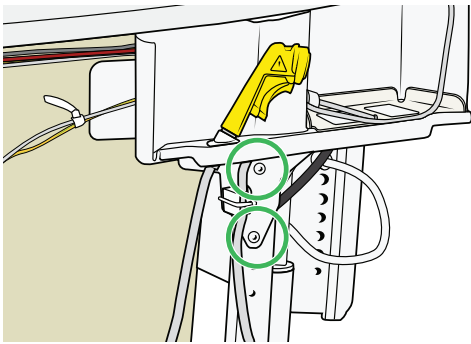

Figure 86
25. Fixez les deux vis qui maintiennent le compartiment de désinfection. Voir Figure 86.